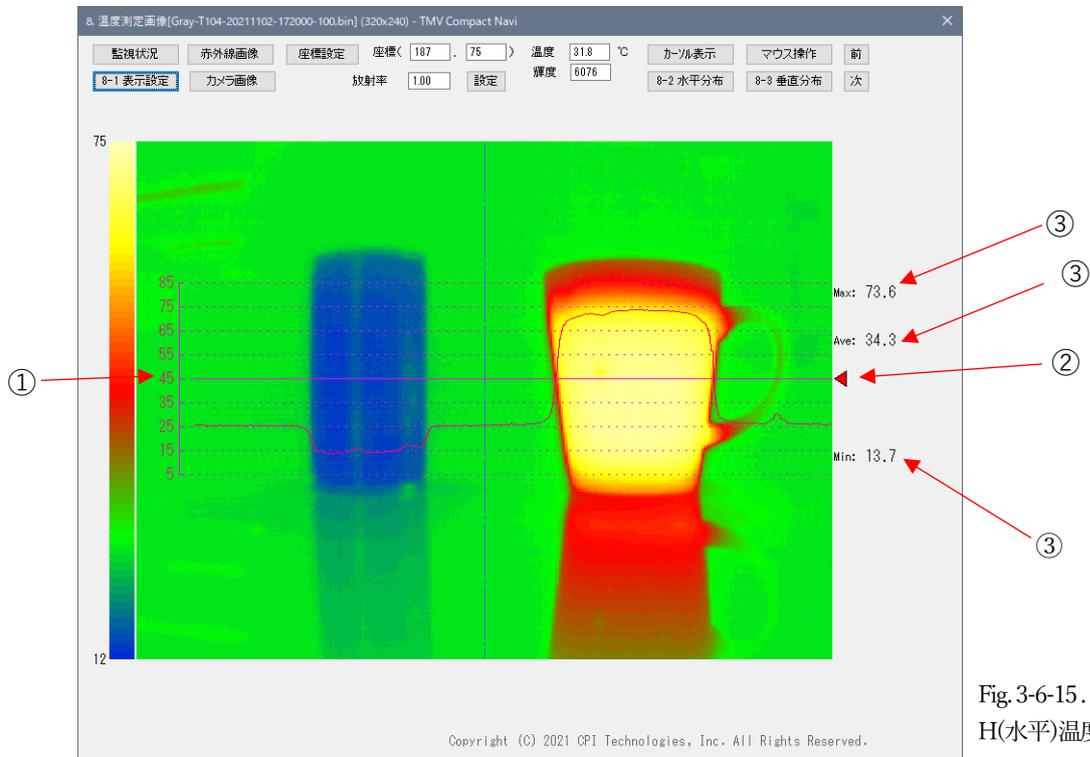
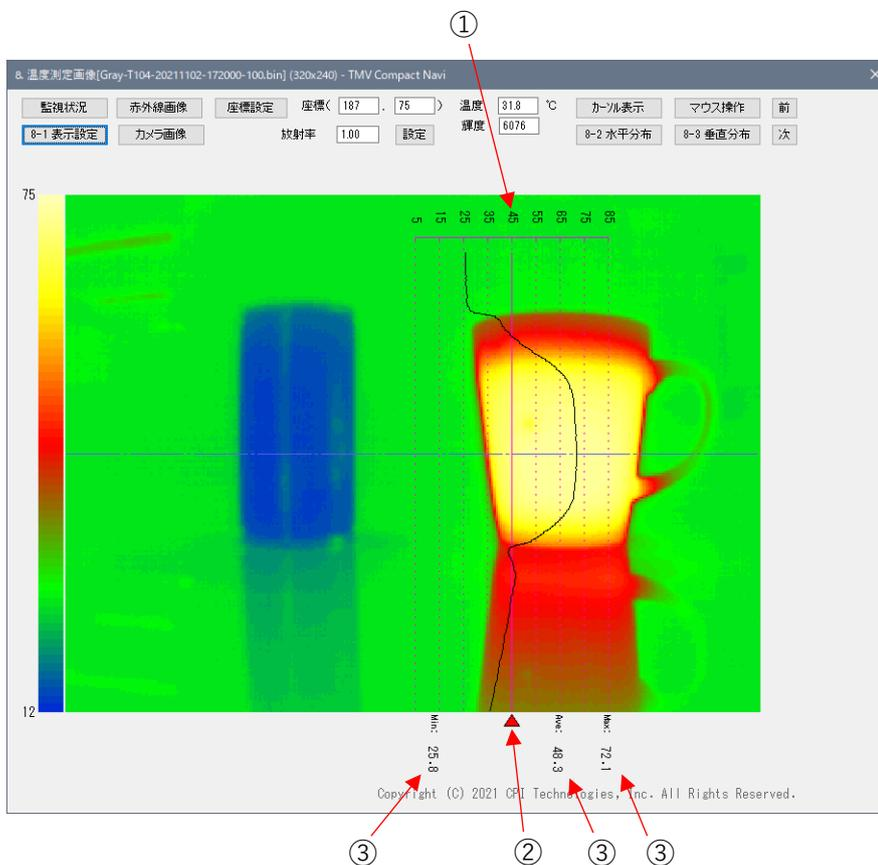

Fig.3-6-15.
Fig.3-6-16.
H&V 温度分布表示機能は、測定画像内の任意の水平または垂直線の温度分布をグラフ表示する機能です。Fig.3-6-15 は、H（水平）温度分布グラフ、Fig.3-6-16 は V（垂直）温度分布グラフの表示例です。
- ① 測定画像が表示された状態で、何れかのラジオボタンをクリックすると、水平温度分布、または垂直温度分布のグラフが画像上に表示されます (Fig.3-6-15、3-6-16 参照)。なお、H&V 温度分布表示は本パネルを閉じると画面から消去されます。
- ② グラフ表示の中心とする温度を設定します。グラフ表示の温度範囲は、本項目の温度を中心に上下4段階ずつとなります。
- ③ グラフの表示温度ピッチを設定します。
- ④ ②③⑥の設定を適用します。
- ⑤ 現在表示されている温度分布情報を CSV 形式で保存します。